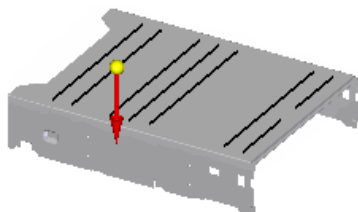

图 8.8.54 定义冲压方向
(3) 定义筋属性。在“加强筋”命令条中单击“侧步骤”按钮, 定义冲压方向如图 8.8.54 所示, 单击鼠标左键; 单击按钮, 在“横截面”区域选中 ☒ 圆形(C) 单选项, 在“半径(R):”文本框中输入值 3.5, 在“高度(H):”文本框中输入值 3.0; 在“倒圆”区域选中 ☒ 包括倒圆(I) 复选框, 在“凹模半径(D):”文本框中输入值 2.0; 在“端点条件”区域选中 ☒ 成形的(F) 单选项; 单击  按钮。
(4) 单击  按钮, 完成特征的创建。